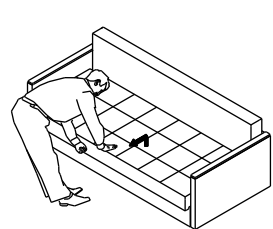

Рис. 3
- ☞ Возьмитесь за выемку в средней части сиденья, приподнимите, и приложив усилие, переместите его вперед на себя до упора (Рис.3).